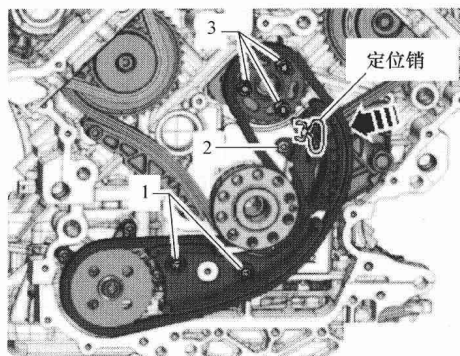

图 1-1-17
(12) 沿图 1-1-17 所示的箭头方向按压链条张紧器的滑轨并用定位销卡住链条张紧器，旋出螺栓 3 并取下平衡轴链轮，旋出螺栓 1 和 2 并取下链条张紧器及平衡轴/机油泵驱动链条。